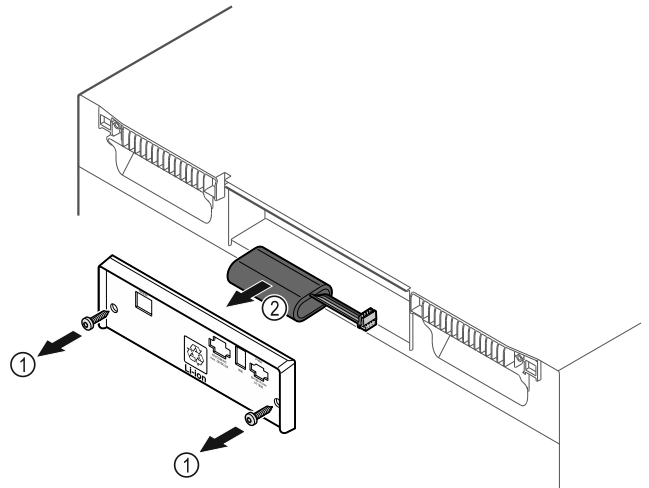

Fig. 235
- ▶ Odvrnite vijke i skinite pokrov sa stražnje strane uređaja Fig. 235 (1).
- ▶ Iskopčajte i izvadite bateriju Fig. 235 (2).